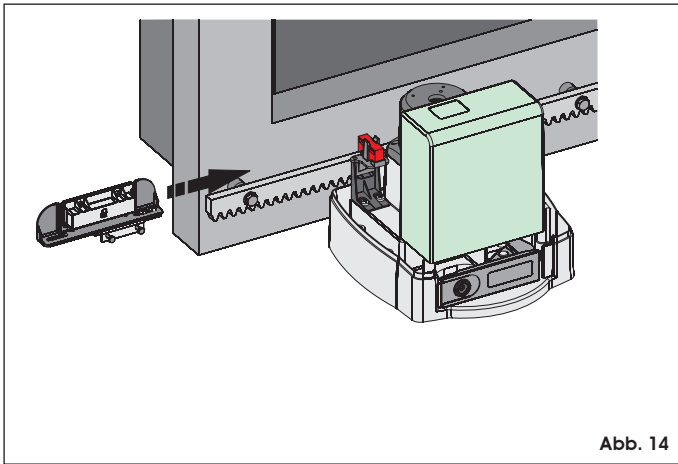

Abb. 14
4. Den Magneten mit offenem Schloss in Öffnungsrichtung auf der Zahnstange verschieben, bis er erfasst wird (siehe Abb. 14). Den Magneten noch weitere 10 mm vorschieben und provisorisch mit den entsprechenden Schrauben befestigen.